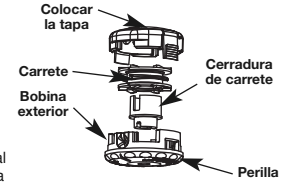

Fig. 17
- Vuelva a colocar la bobina en la cubierta de la bobina exterior (Fig. 17)
- Vuelva a colocar la tapa del cabezal de corte y oprima con firmeza hacia abajo hasta que las dos orejetas encajen de nuevo en su lugar. (Fig. 17)
- Quite la tapa dejando que salga o es posible que sea necesario mover un poco la tapa y luego sacar la bobina (Fig. 17)